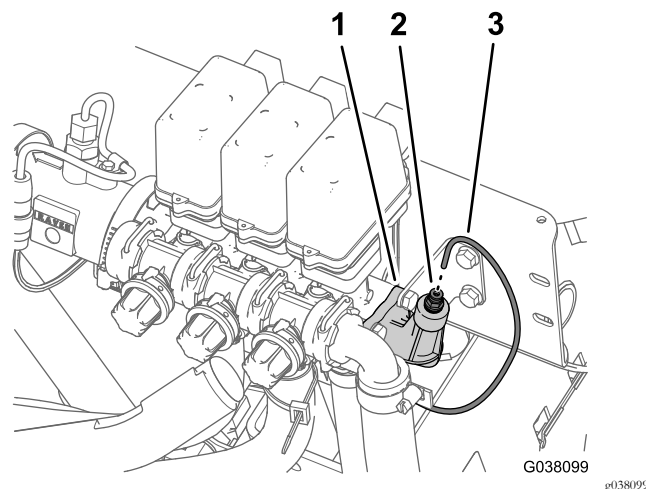

Figura 5
1. Premete sul collare per l'accoppiatore del tubo sul tappo terminale della valvola di sezione delle barre di destra (Figura 5).
2. Tirate il tubo di rilevamento della pressione per il manometro del cruscotto estraendolo dall'accoppiatore del tubo (Figura 5).